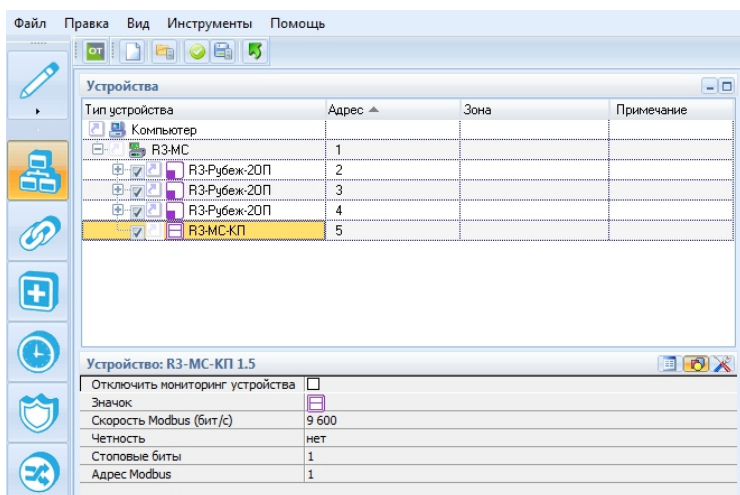

Рисунок 8.2
– в дереве устройств ПО FireSec (рисунок 8.2), выделив R3-МС-КП, перейти в поле «Устройство: МС-КП», где из предлагаемых значений выбрать «Скорость» (скорость обмена по каналу Modbus), «Стоповые биты», проверку на «Четность» и задать с помощью клавиатуры «Адрес Modbus» (от 1 до 247).